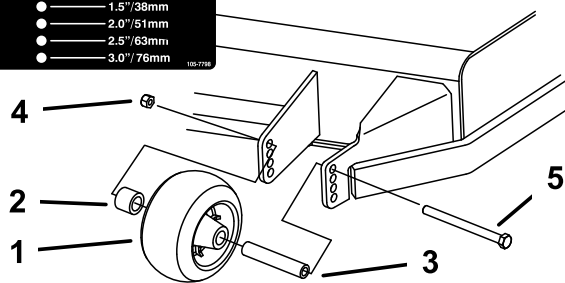
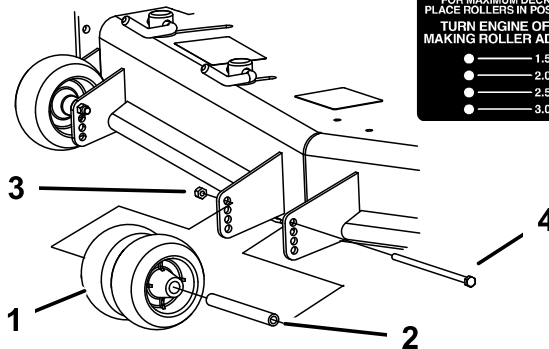
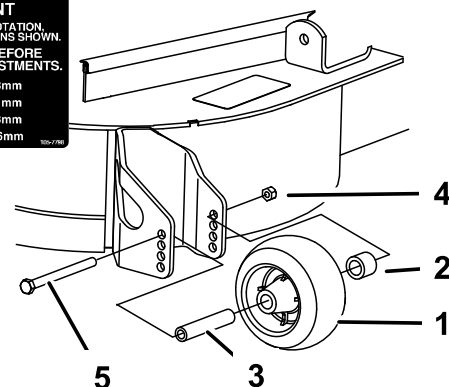

Figure 26
Figure 27
Figure 28
- Réglez les galets anti-scalp comme montré à la Figure 26, la Figure 27 et la Figure 28.